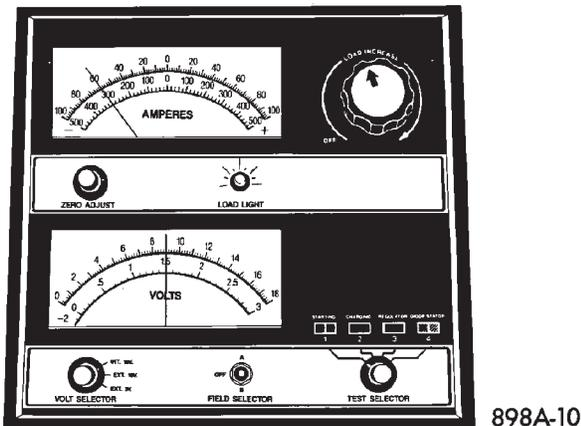

Abb. 13 Oberflächenspannung der Batterie abbauen—Typisch
(3) Den Regler des Kohleschichtpotentiometers so weit drehen, daß ein Strom von 300 A fließt. Den Regler nach 15 Sekunden wieder zurück in Stellung “Off” (Aus) drehen (Abb. 13). Hierdurch wird die Oberflächenspeisung der Batterie abgebaut.